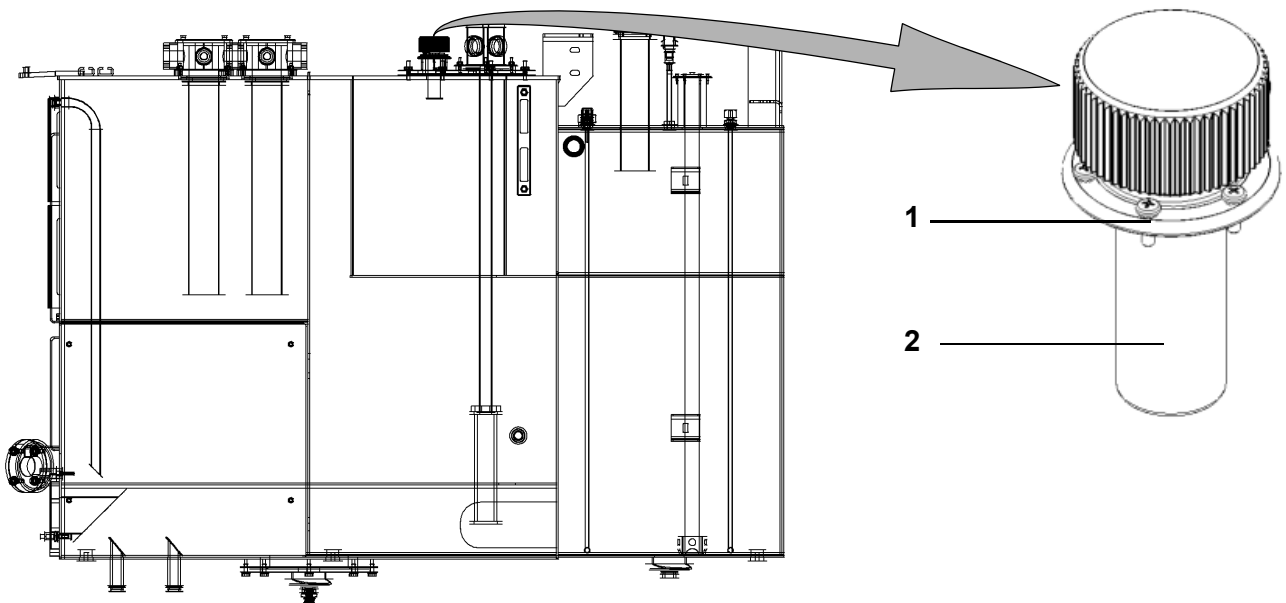

Fig. 20 Posição do filtro de ventilação
1	Solte os parafusos (1) na Fig. 20 do filtro de ventilação.
2	Remova o filtro de ventilação (2) na Fig. 20 e descarte-o como resíduo perigoso.
3	Insira um novo filtro de ventilação (2) na Fig. 20.
4	Aperte os parafusos (1) na Fig. 20.